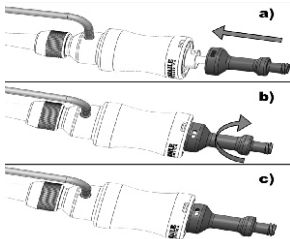

Figura 17:
- C.8. Inserte el dilatador completamente en la luz de la vaina expansible y bloquee los dos dispositivos en sus hubs, como se muestra en la Figura 17.